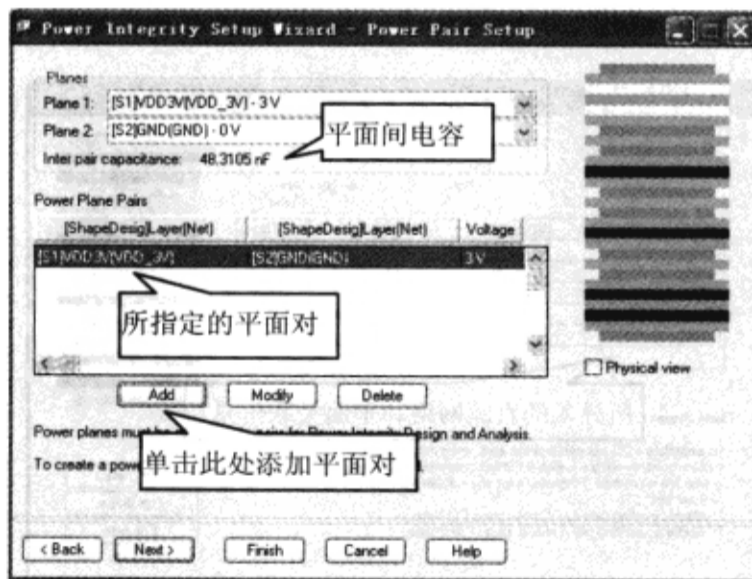

图 8-8-21 指定平面对
(3) 单击“Add”按钮指定平面对, 注意此时平面对之间的电容为 48.3105 nF, 如图 8-8-21 所示。